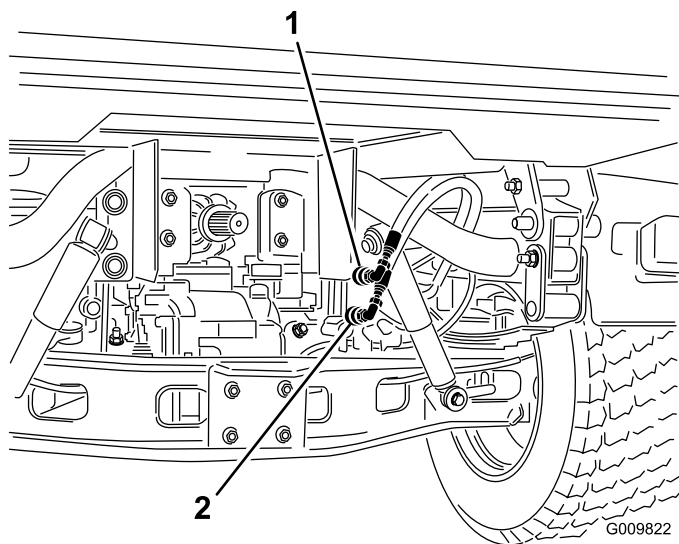

図 84
- それぞれの車両で、クイックカップラホース2本を、カップラブラケットのホースから外す 図 84。